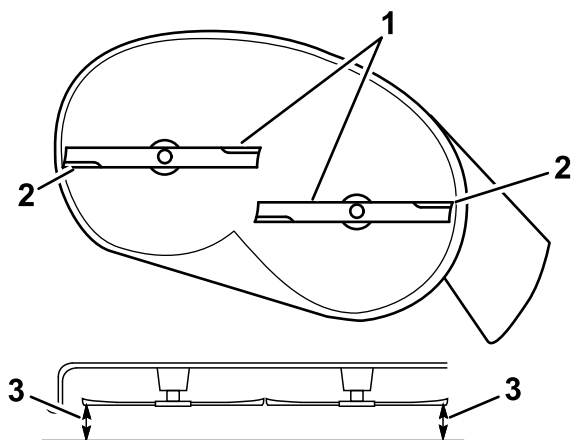

Figura 61
- Mida entre los bordes de corte exteriores y la superficie plana (Figura 61).